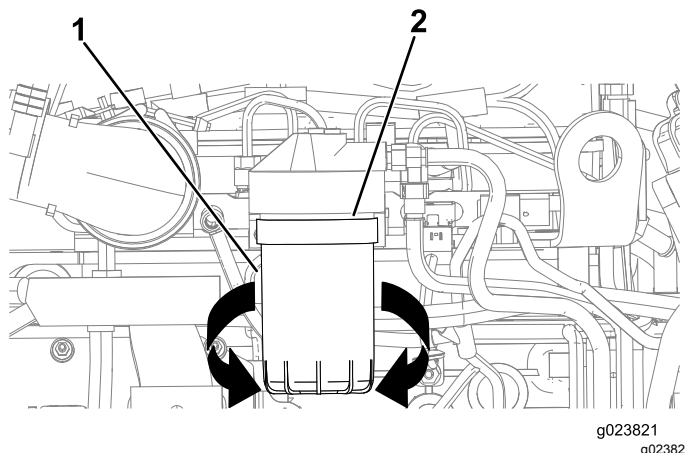

Figura 99
3. Coloque un recipiente de drenaje o varios trapos debajo del filtro de combustible secundario y del adaptador del filtro de combustible (Figura 99).
4. Gire el filtro de combustible en sentido antihorario y retire el filtro de combustible (Figura 99).
7. Alinee el filtro de combustible con el adaptador del filtro de combustible y gírelo en sentido horario hasta que la junta del filtro de combustible entre en contacto con el adaptador del filtro de combustible (Figura 99).
8. Apriete el filtro de combustible a mano 1/2 vuelta más (Figura 99).